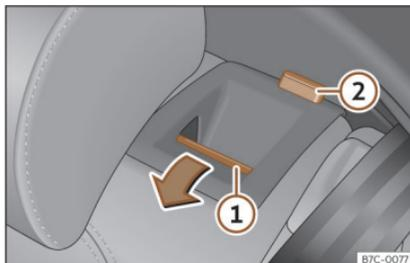

Fig. 102 Sedile posteriore: ribaltare lo schienale.
- Tirare il tasto di sblocco >>> **fig. 102** (1) in avanti e, contemporaneamente, ribaltare lo schienale. Lo schienale posteriore è sbloccato quando si vede la tacca rossa sul tasto (2).